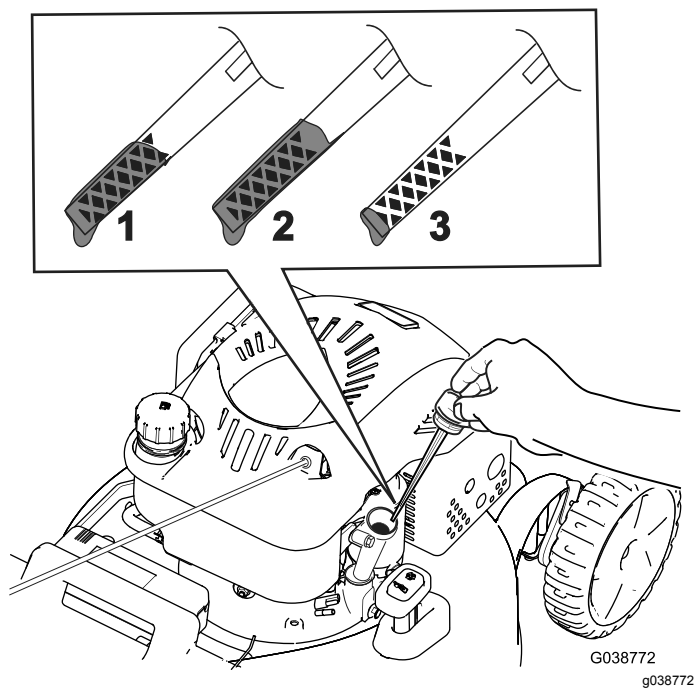

Bild 26
3. Entfernen Sie den Peilstab, indem Sie den Deckel nach links drehen und herausziehen (**Bild 26**).
4. Kippen Sie die Maschine seitlich (Luftfilter nach oben), um das Altöl aus dem Öleinfüllstutzen abzulassen (Bild 26).